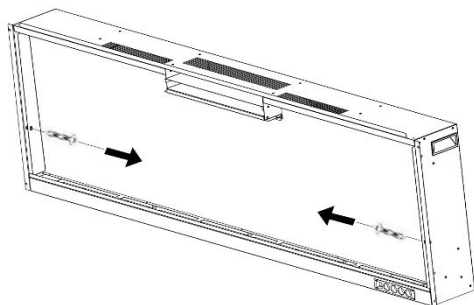

Fig. 2-1
A. Retirez les vis (1 par côté) des côtés de la cheminée. **Mettez** les vis de côté (**Fig. 2-1**).